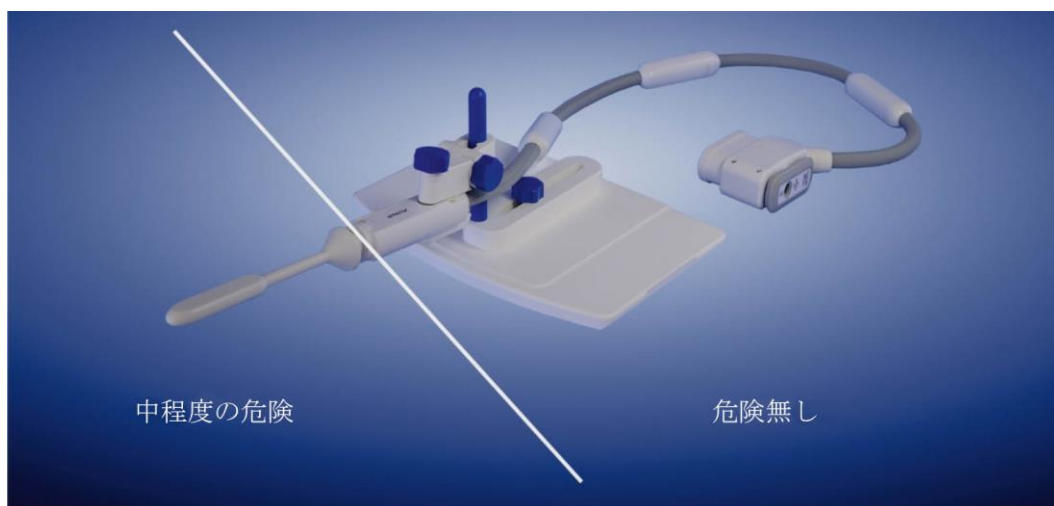

図14: 再処理のための製品部品分類。
- a. カバーをコイル接続部に取り付ける（図14を参照）。
MRプローブを含まない該当機器は再処理の観点で危険のないアイテムとして分類されている。MRプローブは、再処理の観点で中程度の危険を持つ医薬品として分類されている（図14を参照）。そのため、MRプローブの高レベル消毒が必要とされる。